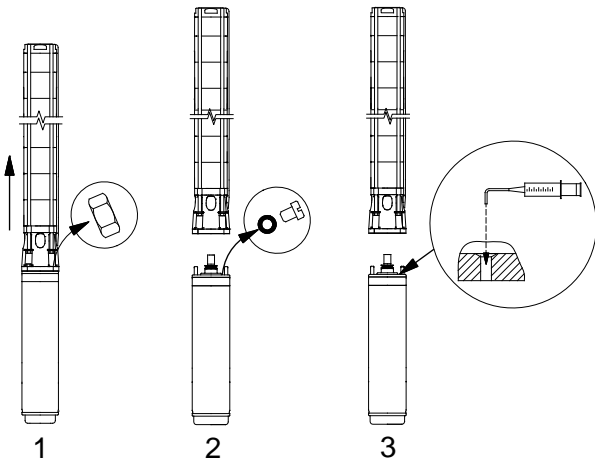

Abb. 3
- Falls der Motor ab Lager geliefert wurde, muß der Füllstand vor der Montage des Motors auf die Pumpe überprüft werden, siehe Abb. 3.
- Bei Servicearbeiten muß der Füllstand überprüft werden, siehe Abb. 3.
1. Unterwasserpumpe wie in Abb. 3 gezeigt stellen. Die Einfüllschraube muß der höchste Punkt des Motors sein.
3. Mit der Füllspritze Flüssigkeit in den Motor einfüllen, Abb. 3, bis diese aus der Einfüllöffnung austritt.